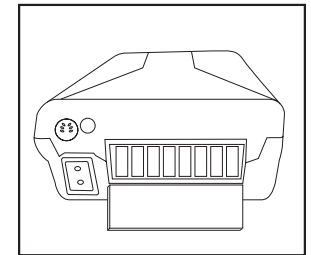

Figura 11
1. El filtro de entrada de aire se debe inspeccionar diariamente. El filtro se encuentra en la parte posterior de la unidad (Figura 11).